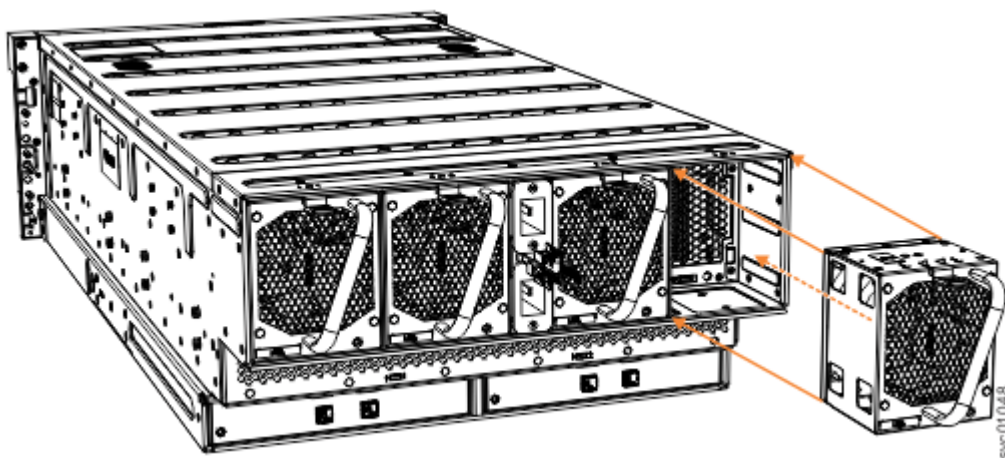

图 122. 卸下风扇模块
3. 使用手柄从扩展机柜机箱中拉出风扇模块，如第 97 页的图 122 中所示。